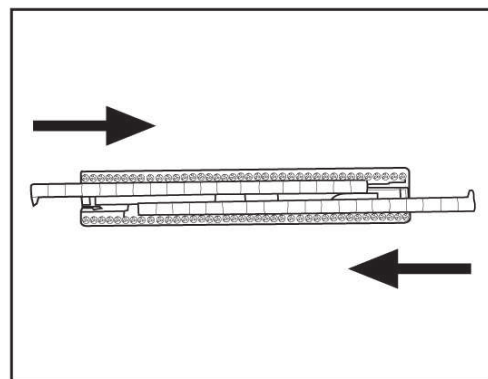

Fig. 10
Når rammen med bust for vegg-til-vegg-tepper og andre tepper (26) skal monteres, fører du de stive bustene inn i de riktige sporene med tappene vendt innover (**Fig. 10**).